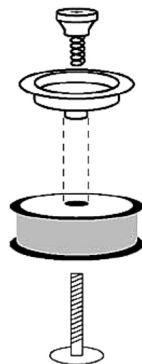

Fig. 5
- a. Bobine de fil de 4 po - Installez les pièces du frein d'entraînement sur le dessus de la bobine comme indiqué à la fig. 5.